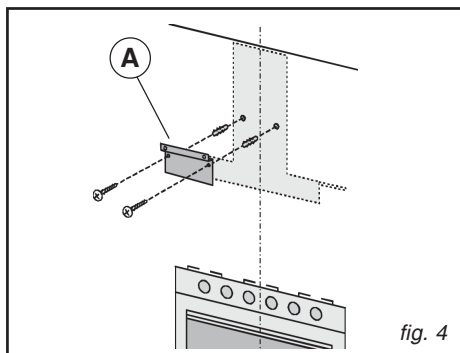

fig. 4
- Fixez le support métallique (A) au mur en utilisant les 2 trous percés - Fig. 4 - (les vis pour la fixation du support sont fournies). Utiliser les deux petits triangles découpés sur le support afin de le placer exactement le long de l'axe vertical de la hotte.